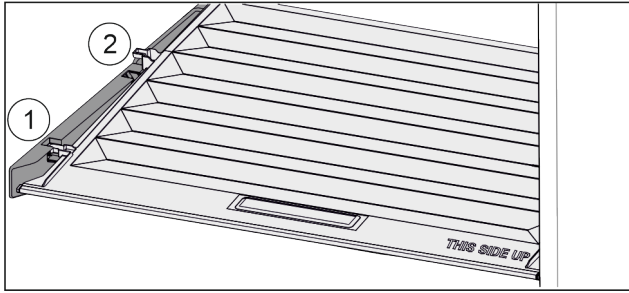

Fig. 98
- ▶ Издърпайте напред Fig. 98 (1) капака до отвора в задържащите части.
- ▶ Повдигнете го отзад отдолу и отстранете Fig. 98 (2) нагоре.